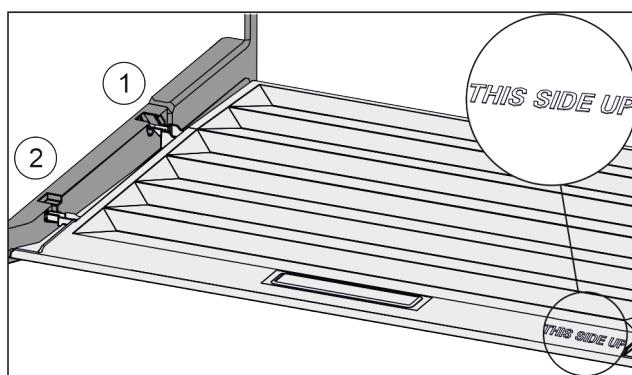

Fig. 42
- Вставить поперечные ребра крышки через отверстие заднего держателя *Fig. 42 (1)* и защелкнуть спереди в держателе *Fig. 42 (2)*.